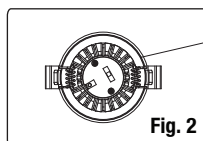

Fig. 2
8. Choose the appropriate color temperature by using the switch situated on the back of luminaire as shown in (Fig. 2).
8. Choisissez la température de couleur appropriée en utilisant le commutateur situé à l'arrière du luminaire, comme le montre la (Fig. 2).